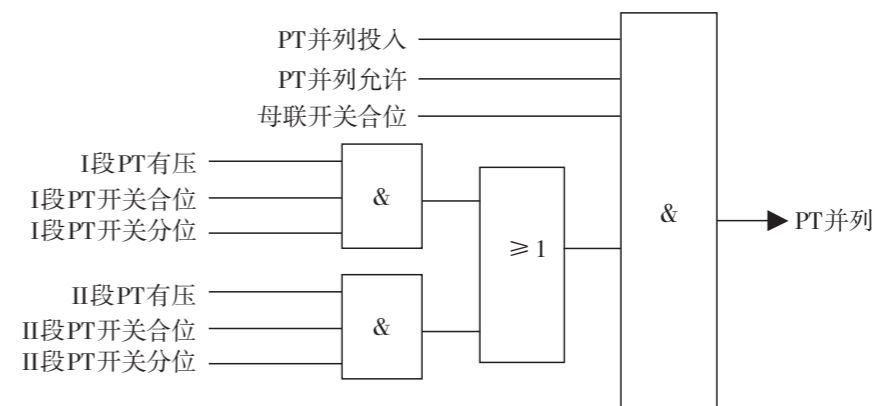

图14-3 PT并列保护逻辑框图
YZ100-PT(B) PT出口信号回路原理图（附图14-3）；
附图14-3: YZ100-PT(B) PT出口信号回路原理图